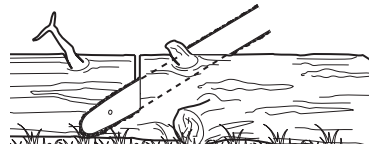

Fig. 32
1. Siga estas sencillas instrucciones para facilitar el corte. Cuando el tronco está apoyado en toda su longitud (Fig. 32), se corta desde la parte superior (trozado descendente).